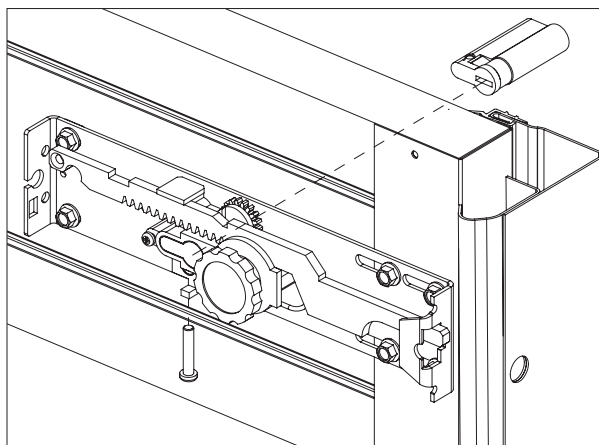

Рис. 44.5
- Открыть замок, установить цилиндрический механизм (сердцевину замка) и закрепить его винтом (рис. 44.5)